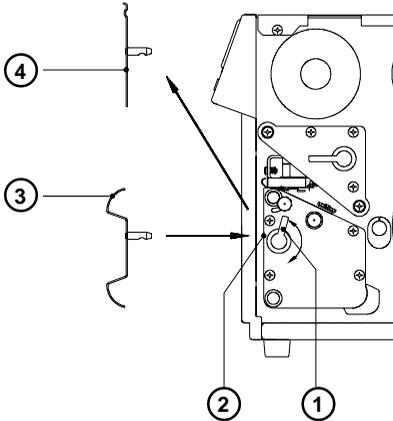

Bild 13 I Montage des Umlenblechs
Bild 13 b Einstellung der Wickelrichtung
Bild 13 c Netzmodul Aufwickler
Bild 13 d Aufwickeln direkt auf die Wickelachse
2. Etikettenstreifen gemäß Bild 13 d zur Wickelachse (4) führen.
3. Etikettenstreifen unter Beachtung der eingestellten Wickelrichtung mit Bügel (5) in die Nut der Wickelachse (4) eindrücken (die gestrichelte Linie gilt für innengewickelte Etiketten).
- Auf gute Anlage des Streifens am Wickelteller (1) achten.
4. Bügel (5) bis zum Anschlag an den Wickelteller (1) schieben.
5. Flansch (3) auf die Wickelachse (4) aufsetzen und so verschieben, dass er leicht am Etikettenstreifen anliegt. Der Streifen muss sich zwischen Wickelteller und Flansch leicht bewegen lassen.
6. Rändelschraube (2) am Flansch festziehen.
Bild 13 e Aufwickeln auf 75-mm-Papphülse (Darstellung ohne Flansch)
1. Die zum Aufwickeln vorgesehene Papphülse (3) sollte ca. 1mm breiter sein als der Etikettenstreifen.
3. Ersten Wickeladapter (4) auf die Wickelachse (2) aufsetzen und bis zum Anschlag an den Wickelteller (1) schieben. Rändelschraube (5) anziehen.
4. Zweiten Wickeladapter auf die Wickelachse aufsetzen und so verschieben, dass der Abstand zwischen der Adapteraußenkante und dem Wickelteller (1) etwas kleiner als die Breite der Papphülse (3) ist. Rändelschraube anziehen.
5. Papphülse (3) auf die Wickeladapter (4) aufstecken und bis zum Wickelteller (1) schieben.
6. Etikettenstreifen gemäß Bild 13 e zur Papphülse(3) führen.
8. Flansch bis zum Anschlag an die Papphülse auf die Wickelachse (2) aufschieben. Rändelschraube am Flansch anziehen.
Bild 13 f Mechanische Kopplung des Schneidemessers
Bild 13 g Elektrische Kopplung des Schneidmessers
Bild 13 h Demontage des Deckels
Bild 13 i Montage des internen Aufwicklers (1)
3. Drehen Sie die gesamte Baugruppe entgegen dem Uhrzeigersinn, so dass die freie Bohrung im Flansch (7) mit der Gewindebohrung (3) in der Montagewand zur Deckung kommt.
5. Drehen Sie den Wickelteller (8), so dass nacheinander die anderen beiden Anschraubstellen (11,12) zugänglich werden und setzen Sie die verbleibenden Schrauben dort ebenfalls locker ein.
6. Ziehen Sie alle drei Schrauben (10) fest.
Bild 13 k Montage des internen Aufwicklers (2)
Bild 13 m Einlegen der Etiketten
1. Hebel (5) bis zum Anschlag im Uhrzeigersinn schwenken und Druckkopf dadurch anheben.
2. Rändelschraube (9) lösen und Führung (8) nach hinten schwenken.
3. Etikettenrolle (6) auf die Rollenaufnahme (7) auflegen. Führung (8) bis zur Rollenaufnahme schwenken und gegen die Etikettenrolle schieben, so dass die Rolle beim Abwickeln leicht gebremst wird. Rändelschraube (9) anziehen.
5. Etikettenstreifen von der Rolle abwickeln und gemäß Bild 13 m einlegen. Achten Sie besonders darauf, dass der Etikettenstreifen korrekt in die Etikettenlichtschranke (15) eingelegt wird.
6. Etikettenstreifen zwischen Druckwalze und Thermodruckkopf hindurch und über das Umlenkblech (3) zum internen Aufwickler (12) führen.